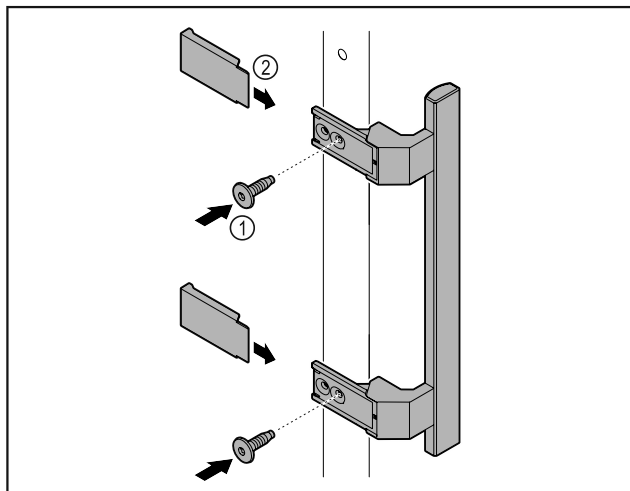

Fig. 8
- Madlo z příloženého příslušenství upevněte na dveře pomocí příložených šroubů Fig. 8 (1).
- Nasad'te kryt Fig. 8 (2).